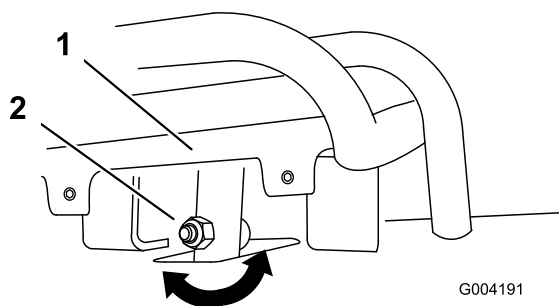
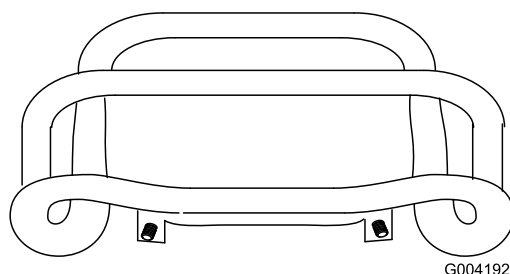

Figure 54
Figure 55
4. Si l'avant de la commande de déplacement n'est pas d'équerre et de niveau avec la barre de référence, desserrez l'écrou et le boulon à embase de la tige de la commande de déplacement (Figure 54).
5. Réglez la commande de déplacement de sorte qu'elle soit de niveau et en appui contre la barre de référence lorsqu'elle est tirée tout droit en arrière (Figure 54 et Figure 55).
- C. Desserrez l'écrou et le boulon à embase dans la tige de la commande de déplacement (Figure 54).
- I. Réglez la commande de déplacement de sorte qu'elle soit de niveau et en appui contre la barre de référence lorsqu'elle est tirée tout droit en arrière (Figure 54 et Figure 55).